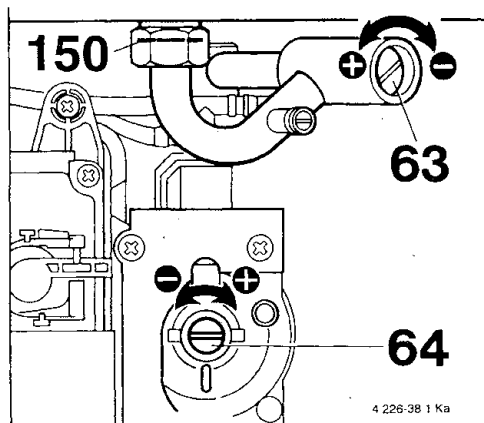

Bild 38
Beim Umbau von Flüssiggas auf Erdgas braucht nur die Drosselscheibe (150), Bild 38 gegen eine Dichtung getauscht zu werden.
Nur wenn der gemessene CO₂-Wert außerhalb der Toleranz liegt, ist eine Korrektur an der Einstellschraube (63) erforderlich s. Bild 38.
Nur wenn der gemessene CO₂-Wert außerhalb der Toleranz liegt, ist eine Korrektur an der Einstellschraube (64) erforderlich s. Bild 38.
- Betriebsartenschalter (49) auf Stellung "max" drehen.
- Betriebsartenschalter (49) auf ("Betrieb") stellen.